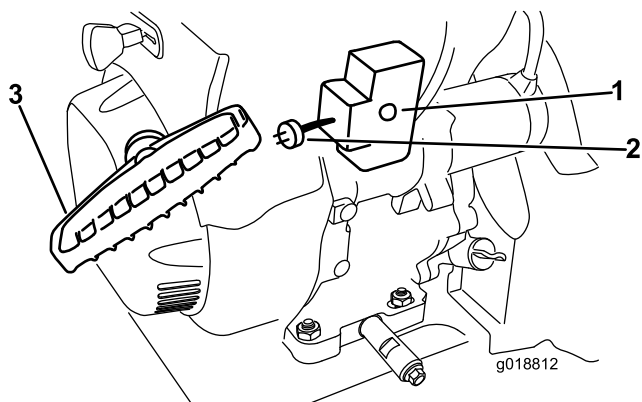

Bild 29
7. Ziehen Sie zum Anlassen der Maschine am Rücklaufstartergriff oder drücken Sie die Elektrostarttaste (Bild 29).